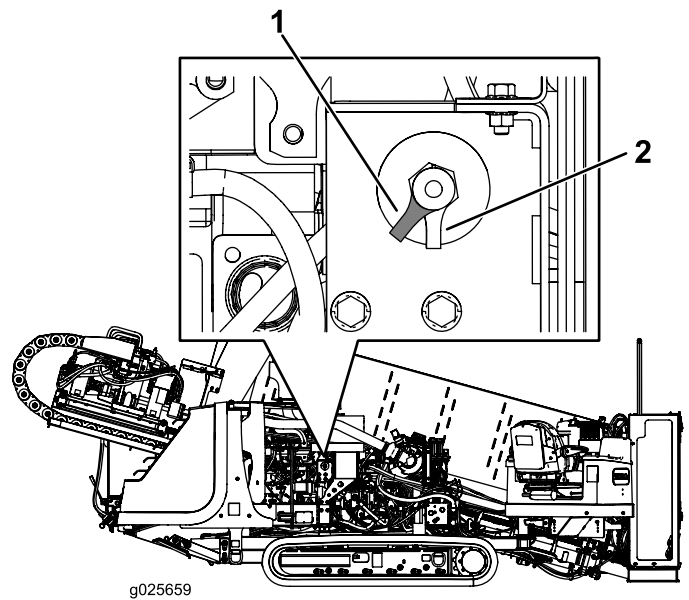

Figura 49
- Para suministrar energía eléctrica a la máquina, gire el interruptor de desconexión de la batería en sentido horario a la posición de Encendido (Figura 49).
en sentido antihorario a la posición de Apagado (Figura 49).